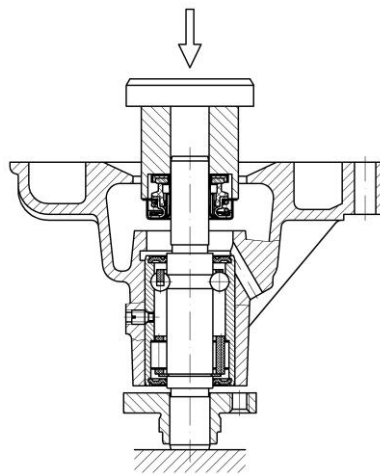
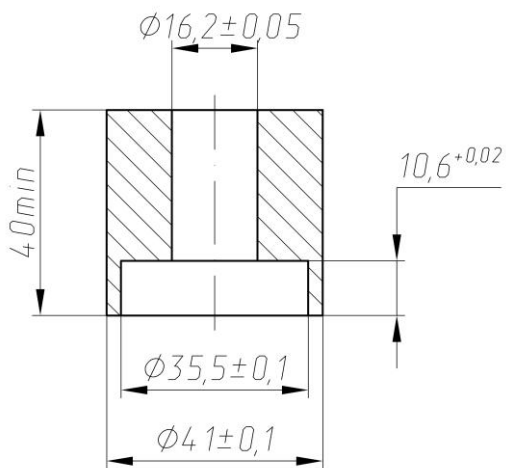

Рисунок 75. Запрессовка уплотнения водяного насоса
Рисунок 76. Оправка для запрессовки уплотнения
- с помощью оправки запрессовать уплотнение на вал подшипника и в корпус насоса, не допуская перекоса (рис.75). Для запрессовки уплотнения использовать оправку (рис.76), с помощью которой обеспечивается необходимое сжатие пружины уплотнения;